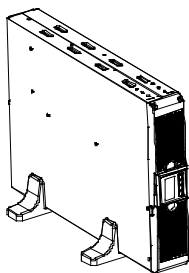

Рис. 2
2. Обережно опустіть джерело безперебійного живлення на стійки (Рис. 2).